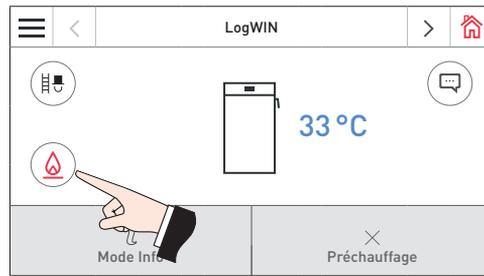

Fig. 14
Affichage sur l'InfoWIN Touch  – Fig. 14.
► Appuyer sur la touche **Allumage** , les options « Allumer maintenant », « Avec temps différé » et « Allumer automatiquement » s'affichent alors à l'écran – Fig. 14.